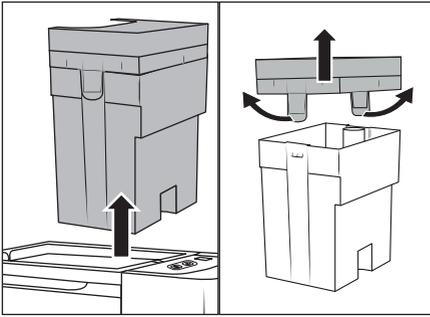

Fig. 7
◆ Hold i håndtaget **3** på beholderen til snavset vand **7** , og tag den ud af produktet oppefra (se fig. 7).
- ◆ Træk de to holdetapper lidt ud, og tag låget **3** af (se fig. 7).